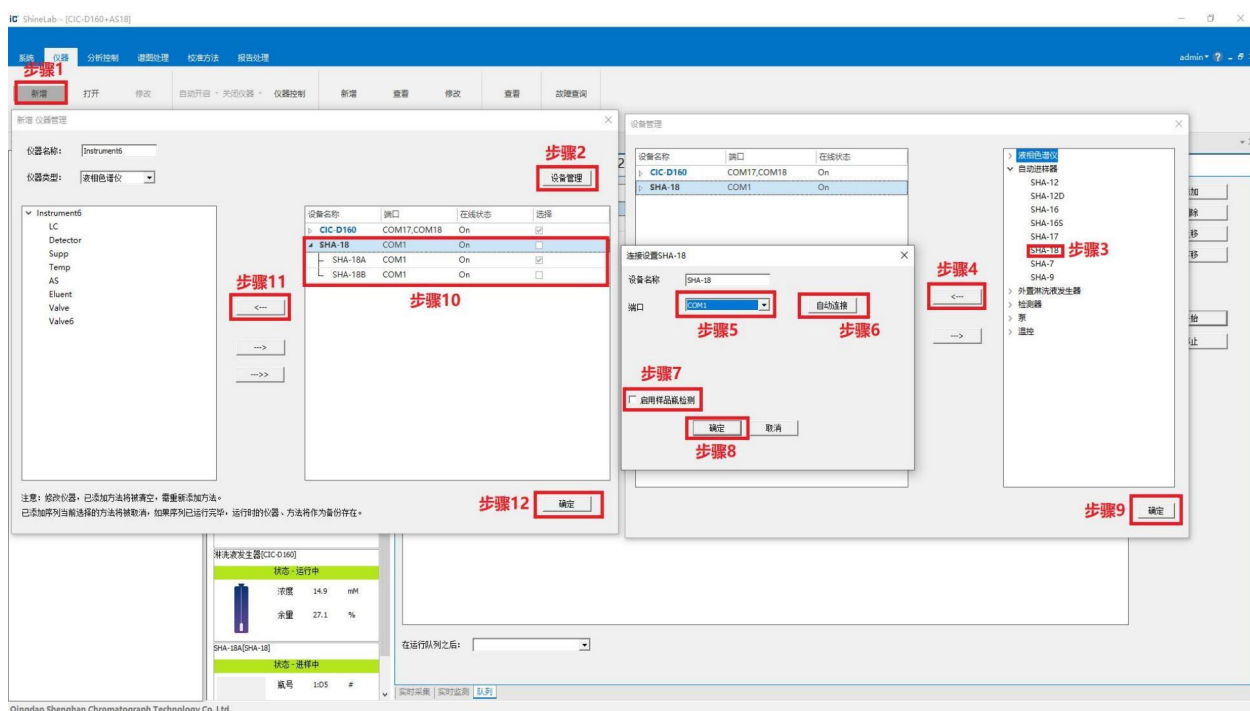

图 4-1 单通道仪器配置
- 登录工作站界面后，单击“仪器”中的“新增”选项，如图4-1 步骤 1；
- 在弹出的“新增仪器管理”对话框中，单击右侧的“设备管理”选项，弹出“设备管理”对话框，如图4-1 步骤 2；
- 单击“自动进样器”左侧下拉箭头，选中“SHA-20i”，如图 4-1 步骤 3，单击中间方向向左的箭头图标，如图4-1 步骤4；
- e) 在弹出的“连接设置 SHA-20i”窗口中单击“端口”对应的下拉箭头，选择 SHA-20i 对应的串口，单击“确定”，软件会给出连接成功或连接失败的提示，如图4-1 步骤 5、步骤6。步骤 7 为可选功能，默认不选择；
- f) 仪器连接成功后，单击“确定”图 4-1 步骤8，然后再单击“设备管理”窗口右下角的“确定”，如图4-1 步骤9，配置好的仪器会在显示在“新增设备管理”右侧窗口中，如图 4-1 步骤 10；
- g) 单击“新增设备管理”右侧窗口中“SHA-20i”左侧的下拉箭头，单通道仪器**只需要选择“SHA-20iA”即可**，即鼠标左键单击“SHA-20iA”，单击中间方向向左的箭头符号，如图 4-1 步骤 10、步骤 11；
- h) 配置完成后单击右下角“确定”如图4-1 步骤 12，在仪器实时状态界面即可显示 SHA-20i。